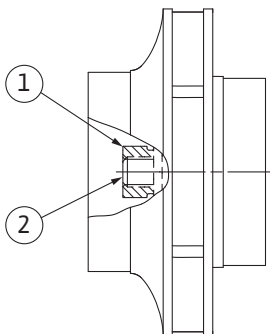

Fig. 101: Correcte positie van de waaiermoer na de installatie
8. Houd de as vast met een steeksleutel (sleutelwijdte 22 mm) en draai de waaiermoer met het voorgeschreven aandraaimoment vast (zie de tabel „Aandraaimomenten” [► 379]). De moer (Fig. 101, pos. 1) moet ongeveer $\pm 0,5$ mm gelijk liggen met het uiteinde van de as (Fig. 101, pos. 2). Als dit niet het geval is, draai de moer dan los en herhaal de stappen 4 – 8.
9. Verwijder de steeksleutel en monteer het beschermplaatje (Fig. I/III, pos. 27) weer.